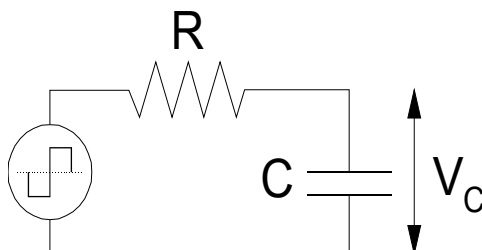
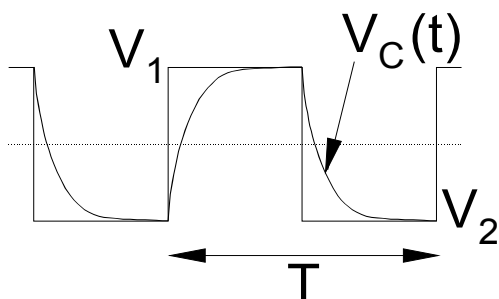
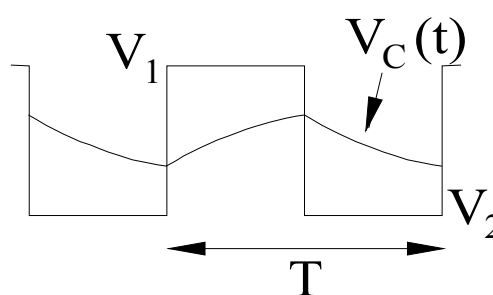

Figura 1
Figura 2
Figura 3
Si apliquem una tensió quadrada a un condensador  $C$  a través d'una resistència  $R$  (figura 1), la tensió del condensador variarà en el temps de manera que intentarà "seguir" la tensió aplicada (figura 2). La transició des de  $V_1$  cap a  $V_2$  (i semblantment la de  $V_2$  cap a  $V_1$ ) presenta una dependència exponencial decreixent donada per (2).
Si  $RC$  és prou petit (un factor 5 és suficient) comparat amb  $T/2$ , el condensador pràcticament arriba a assolir la tensió final,  $V_2$  i la  $V_C(t)$  mostra un aspecte semblant a la figura 2. Si no és així, es produeixen situacions com la de la figura 3.
Ajustant els controls d'amplificació (volt/div) i de base de temps (time/div) torneu a visualitzar una imatge semblant a la figura 2. Augmenteu la freqüència del generador fins que observeu que la imatge és semblant a la figura 3. Aquest tipus d'imatge és el que s'observa quan el període de la tensió aplicada és petit en termes de la constant de temps del circuit, RC.